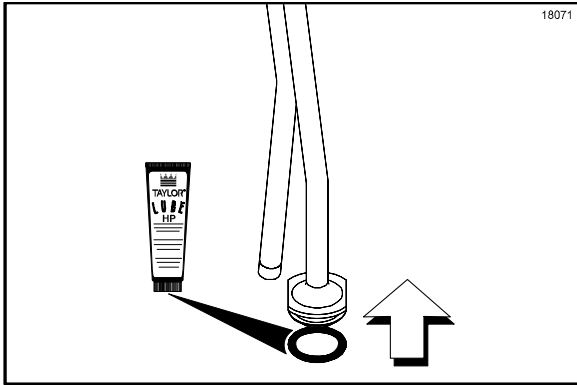

Abbildung 93
8. Den 1" (25 mm) großen Runddichtring schmieren und in die Kehle des Auslassrohrs einsetzen. (Siehe Abbildung 93.)